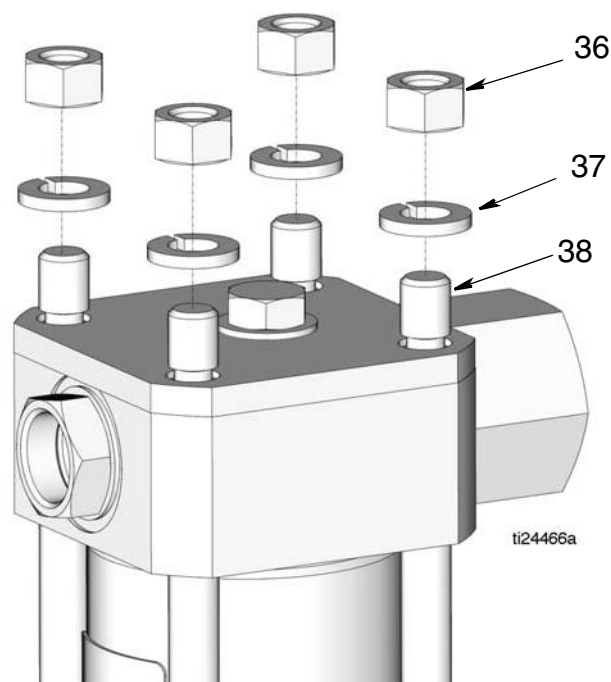

Рис. 16
5. Установите на соединительные тяги (38) стопорные шайбы (37) и гайки (36). Затяните гайки с усилием 28–32 футофунтов (38–43 Н•м) (Рис. 16).